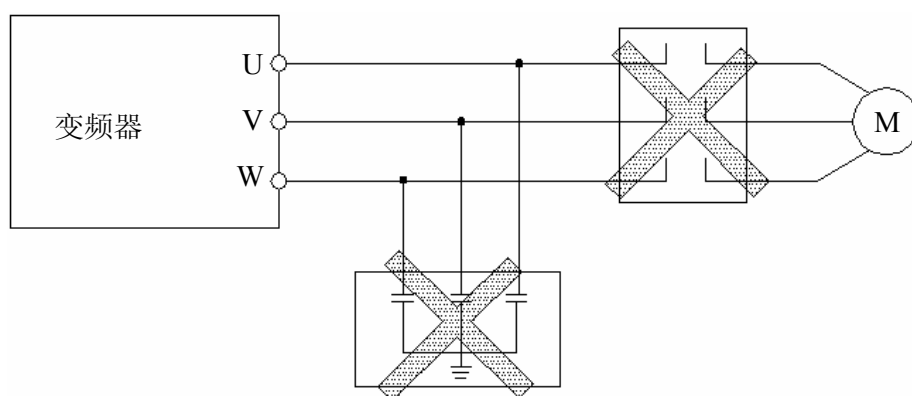

图 3-3 变频器与电机之间禁止使用接触器和吸收电容
- (1) 接线前，确保已完全切断电源 10 分钟以上，否则有触电危险。
- (2) 严禁将电源线与变频器的输出端 U、V、W 连接。
- (3) 变频器本身机内存在漏电流，中大功率变频器整机的漏电流大于 5mA，为保证安全，变频器和电机必须安全接地，接地线一般线径为 3.5mm^2 以上铜线，接地电阻小于 10Ω 。
- (4) 变频器出厂前已通过耐压试验，用户不可再对变频器进行耐压试验。
- (5) 变频器与电机之间不可加装电磁接触器和吸收电容或其它阻容吸收装置，如图 3-3。
- (6) 为提供输入侧过电流保护和停电维护的方便，变频器应通过中间继电器与电源相连接。
- (7) 继电器输入及输出回路的接线 (X1~X5、OC、FWD、REV)，应选用 0.75mm^2 以上的绞合线或屏蔽线，屏蔽层一端悬空另一端与变频器的接地端子 PE 或 E 相连，接线长度小于 20m。